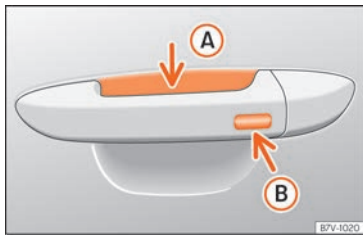

Fig. 130 Poignée de porte : surfaces sensibles.
- Appuyez un doigt pendant quelques secondes sur la surface sensible de verrouillage » » fig. 130 (B) de la poignée de porte jusqu'à ce que le toit ouvrant se ferme. Si vous cessez de toucher la surface sensible, la fonction d'ouverture/fermeture s'interrompt.